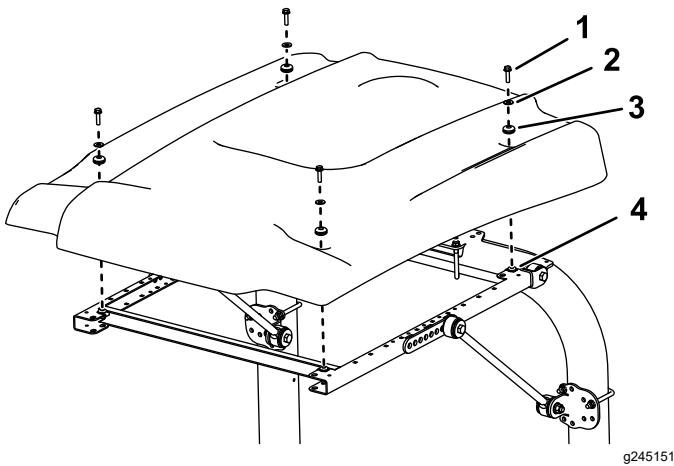

Рисунок 46
9. Выравнивая монтажные отверстия, расположите солнцезащитный навес на раме, как показано на Рисунок 46.
10. Установите каждый угол солнцезащитного навеса на раму с помощью болта с фланцевой головкой (5/16 x 1 1/4 дюйма), малой шайбы и уплотнительной втулки, не затягивая их (Рисунок 46).